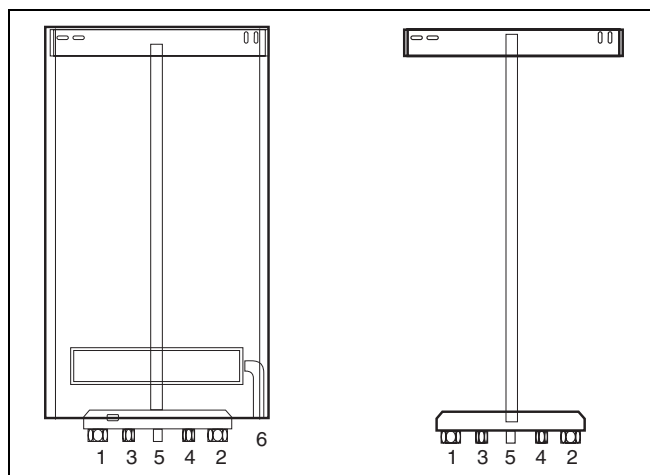

fig. 3 Til montageramme og tilslutninger
- Montererammens underside monteres ved hjælp af plastafstandsstrip (se fig. 3).
Gaskedlen tilsluttes til montagetilslutningspladens underside (fig. 3).
Tilslutningerne for frem- og returløbsledninger i centralvarmeanlægget er anbragt på undersiden af kedlen (fig. 3). Tilslutningsmålene fremgår af Kapitel 4.